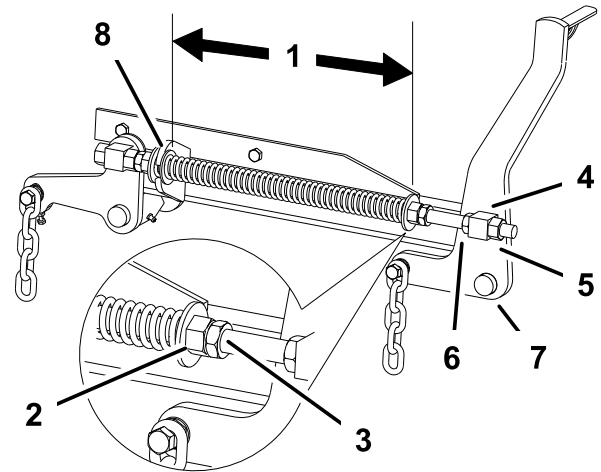

Figure 78
2. Vérifiez que les deux grandes rondelles sont espacées de 29,2 cm (Figure 78).
3. Réglez cette distance en desserrant l'écrou de blocage du ressort et en tournant l'écrou devant chaque ressort (Figure 78). Tournez l'écrou dans le sens horaire pour raccourcir le ressort, et dans le sens inverse pour l'allonger.
4. Bloquez l'écrou en position en serrant l'écrou de blocage du ressort (Figure 78).